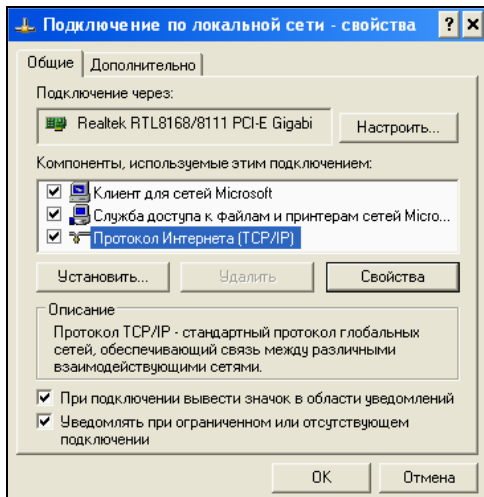

Рис.4 Окно «Подключение по локальной сети – свойства»
16. Нажмите кнопку «Свойства». Откроется следующее окно – см. рис.4.